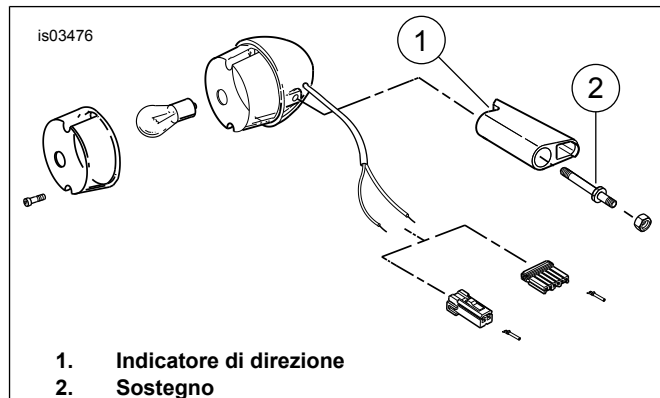

Figura 2. Indicatore di direzione posteriore (sostegno tipico tipo airfoil)
2. Vedere Figura 2. Rimuovere gli indicatori di direzione di destra e di sinistra dal sostegno ed eliminare. Conservare la bulloneria di montaggio per l'installazione.
6. Vedere Figura 2. Installare il prigioniero del sostegno attraverso il coperchio del supporto servendosi della bulloneria rimossa al punto 2.